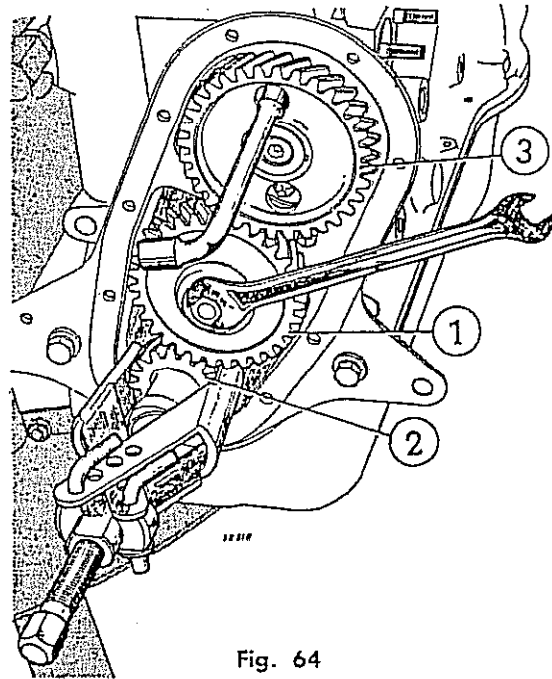

Fig. 64
- 4) Quitar la chaveta partida y la tuerca de fijación del engranaje intermedio 1 (Fig. 64) y retirar éste imprimiéndole un leve giro hacia la derecha, con sumo cuidado para no dañarlo. Luego retirar el eje del engranaje mencionado.
- 7) Girar el árbol de levas (3), hasta que se vean los dos tornillos que sujetan la brida retén ubicada detrás del engranaje y quitarlos según se indica (Fig. 64). Retirar luego el árbol de levas, de manera que no se golpee.